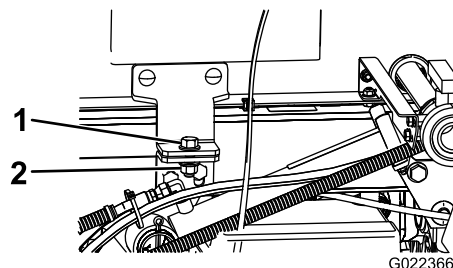

Figure 77
4. Retirez les boulons de sécurité à l'avant du patin (Figure 77).